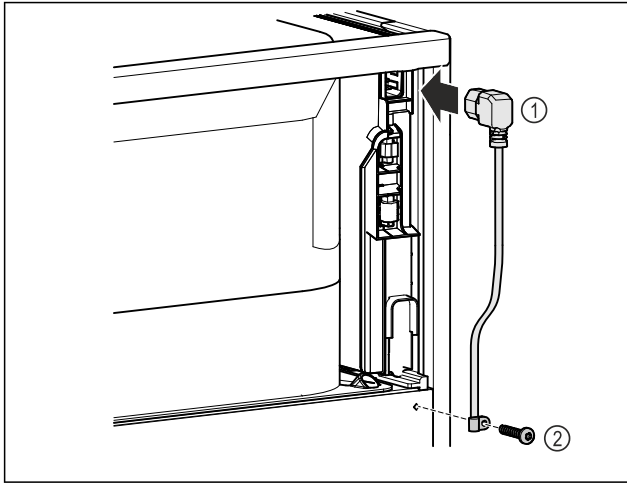

Fig. 8
- Kytke verkkoakaapelin IEC-liitäntä Fig. 8 (1) laitteen takasivulla olevaan pistokkeeseen.
- Kiinnitä kiinnike Fig. 8 (2)